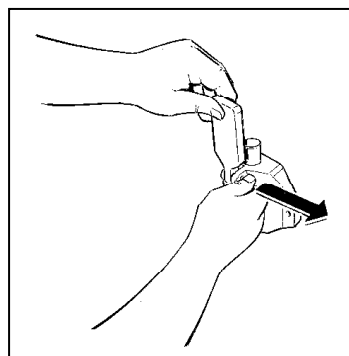
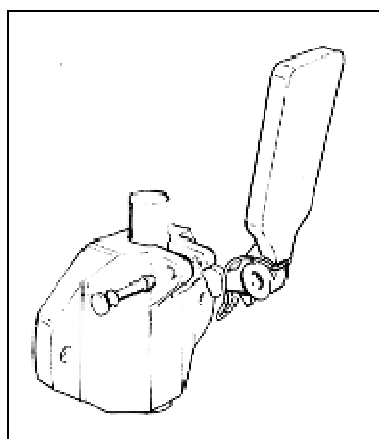

Fig. 9
Fig. 10
- Smontare il rubinetetto dalla flangia rimuovendo il perno di fissaggio (fig.9) in modo da poter rimuovere la leva e la sua molla e liberare così il pistone dalle sua sede (fig.10).